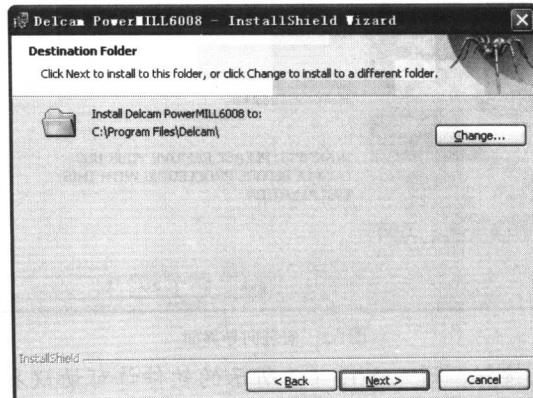

图1-5 指定安装路径界面
5. 在界面中填写客户数据并设置选项，单击 **Next >** 按钮，进入如图 1-5 所示的指定安装路径界面。